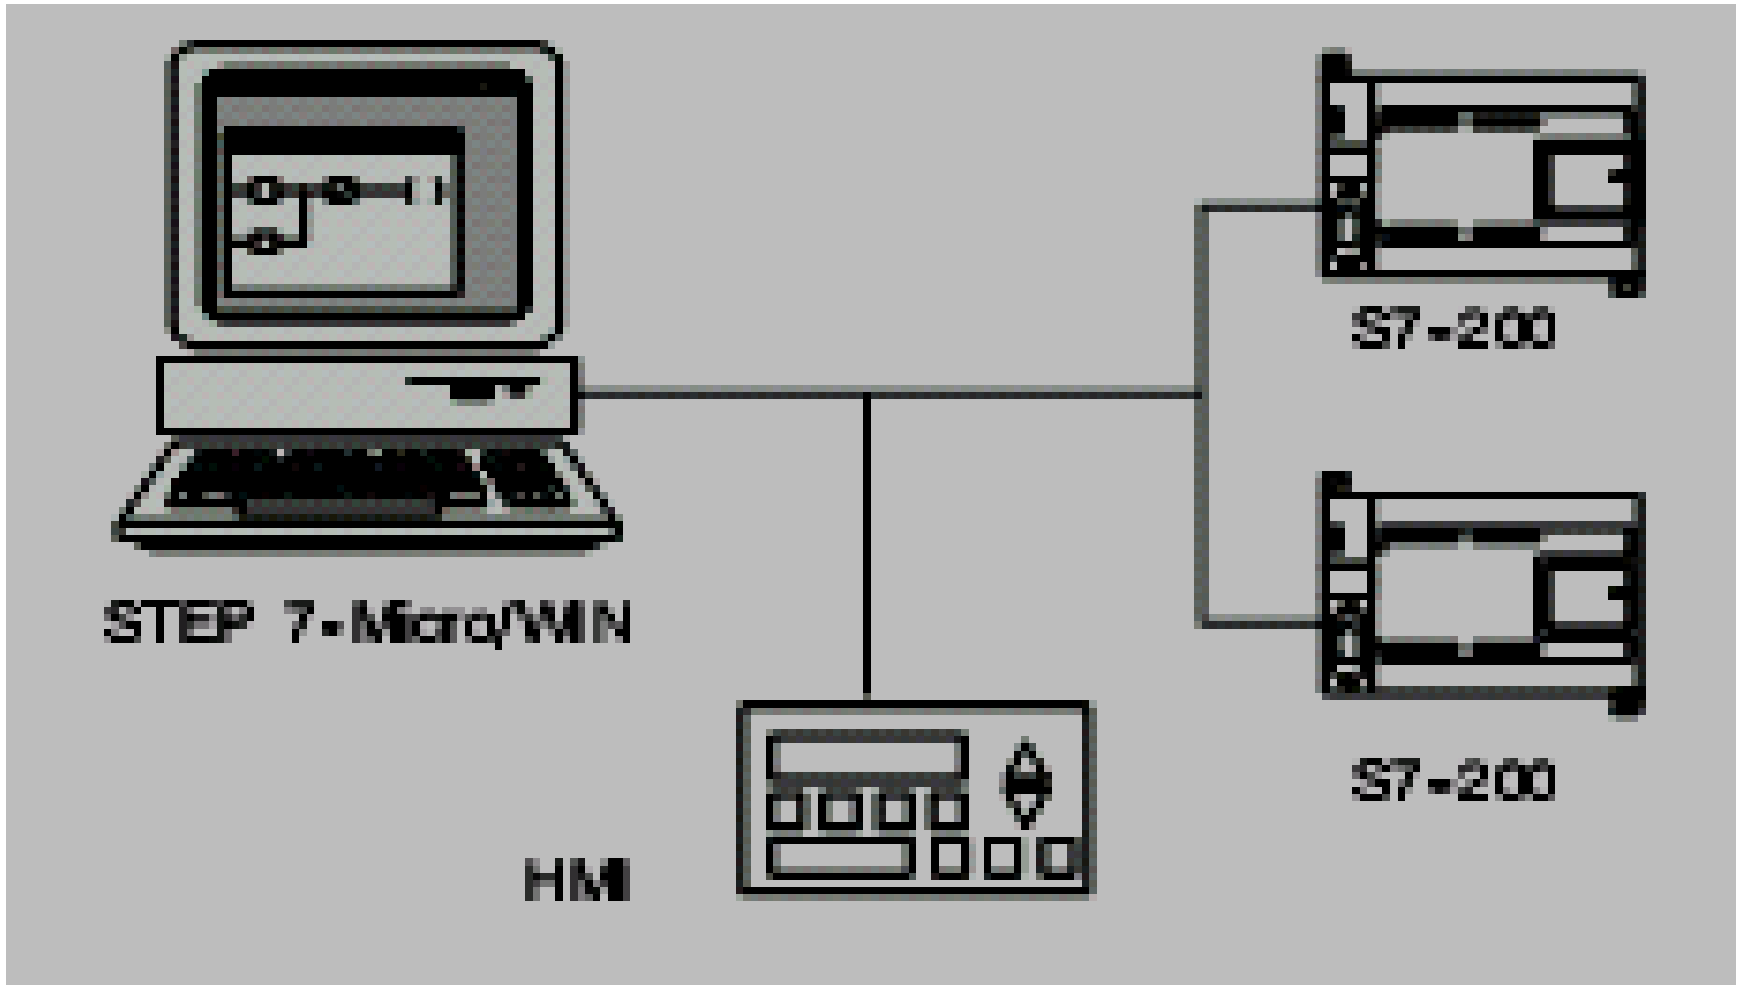

图7-12 多个主站和多个从站
- ◆图7-12中给出了多个主站和多个从站进行通讯的**PPI**网络实例。在例子中，**STEP 7--Micro/WIN**和**HMI**可以对任意**S7--200 CPU**从站读写数据。**STEP7--Micro/WIN**和**HMI**共享网络。